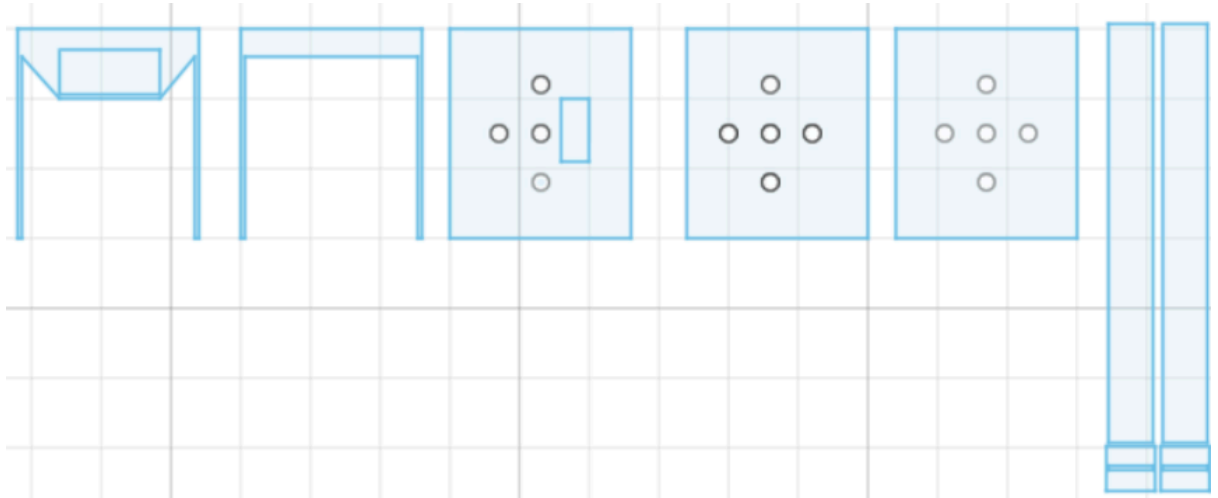
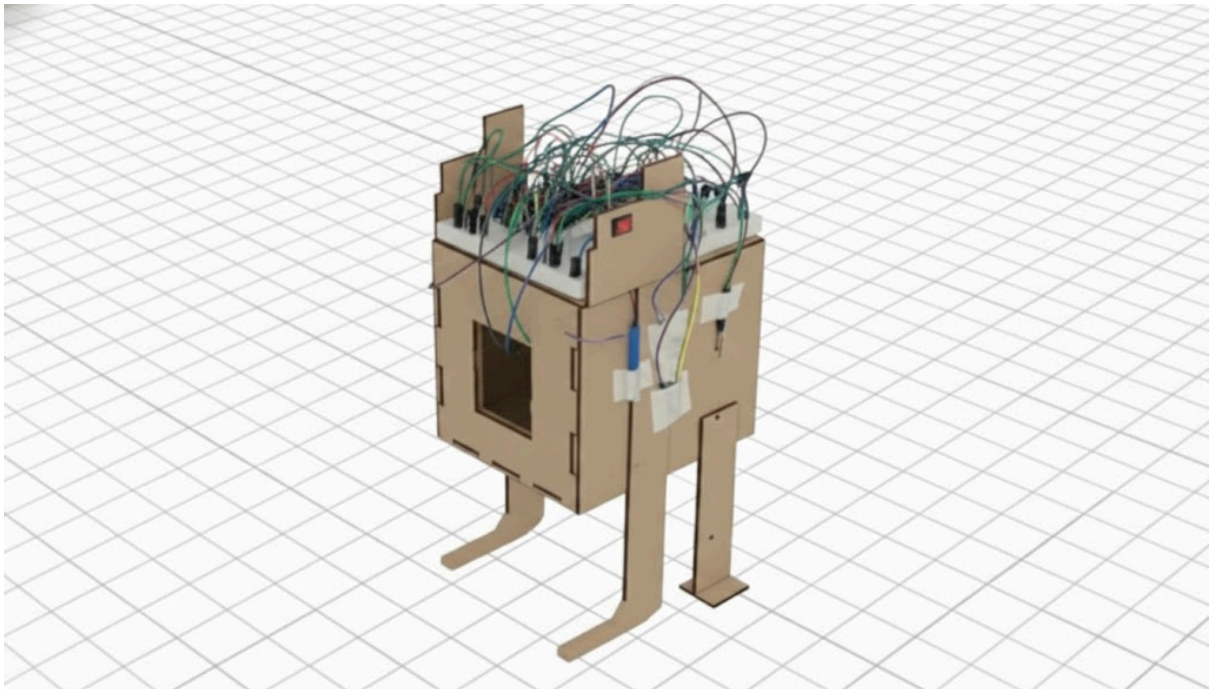

Figura 3: Vista en Fusion 360
Figura 5: Módulo de Detección Ensamblado (referencial)
- **Soportes Verticales y Patas:** Se observan piezas rectangulares de diferentes tamaños que actúan como **patas o soportes verticales** para elevar la estructura del carril del suelo (visible en la Figura 3).
La Figura 3 muestra la vista de diseño de las piezas estructurales del Módulo de Detección, las cuales serán ensambladas para formar la caja que alberga la electrónica.
- **Paredes Laterales (Las piezas más largas a la izquierda):** Son las paredes que definen la **altura y profundidad** del módulo. Estas piezas tienen grandes cortes rectangulares en la parte superior, que actúan como marcos o huecos para montar la placa superior de control y proporcionar acceso a la electrónica interior. En el ensamblaje (Figura 5), estas se convierten en los lados izquierdo y derecho del módulo central.
El objetivo de ensamblaje es crear la estructura robusta y funcional que se muestra en la Figura 3, utilizando uniones machihembradas o encajables sin necesidad de adhesivos excesivos.
El ensamblaje de la Figura 5 tiene como objetivo construir una estructura de caja robusta y elevada a partir de las piezas planas cortadas con láser de la Figura 3.
- **Cierre Superior:** La placa superior se fija en la parte superior, proporcionando una superficie para el **montaje y cableado** del circuito de control (visible en la Figura 5, con cables saliendo de la parte superior).
El resultado final (Figura 5) es un soporte vertical autónomo de madera (MDF) con una cavidad interna, listo para recibir los componentes electrónicos (Raspberry Pi, Arduino, drivers y sensores) y colocarse sobre la Cinta Transportadora.
- El **Motor DC con caja reductora** se fija a un soporte de madera independiente, diseñado para alinear su eje con el **eje de tracción** de la **cinta transportadora** (Figura 3).
- El **Módulo de Detección ensamblado** (Figura 5), que ya contiene la electrónica interna (Arduino Mega, RPi 5 y el cableado de la tapa superior), se coloca directamente sobre la estructura de la cinta transportadora.
- Las **patas curvas** del Módulo de Detección (Figura 5) están diseñadas para encajar y dar estabilidad a horcajadas sobre los **rieles laterales** de la Cinta Transportadora (Figura 3). Esta ubicación central permite que el sensor de visión y el mecanismo de actuación (servomotores) queden perfectamente **alineados sobre la banda azul**.